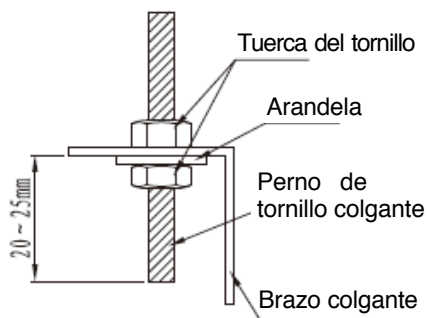
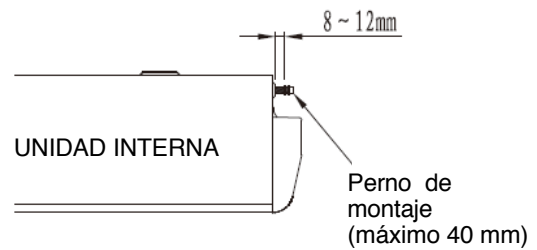

Fig18
Fig19
- Localice el brazo colgante en el perno del tornillo colgante (Refiérase a la imagen 18) Prepare los pernos de montaje de la unidad. (Consulte la imagen 19)